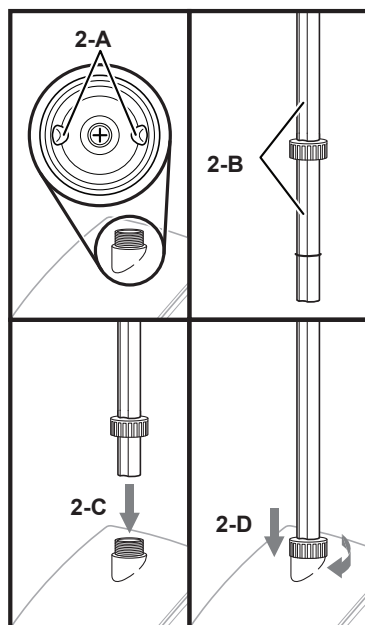

FIGURA 2
2. Observe el interior de la Base del poste y localice las dos cuñas guía (FIGURA 2-A). Alinee las dos ranuras guía del Poste telescópico (FIGURA 2-B) con las cuñas guía que se encuentran dentro de la Base del poste.
3. Una vez que las ranuras guía estén alineadas con las cuñas guía, inserte la SECCIÓN 4 del Poste telescópico en la Base del poste (FIGURA 2-C).
4. Baje el ACOPLÉ hasta la Base del poste y luego enrósquelo en dirección de las agujas del reloj para trabar el Poste telescópico (FIGURA 2-D). Así, el Poste telescópico debería quedar ajustado a la Base del poste.